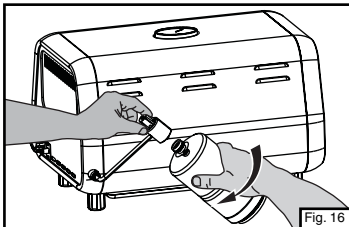

Fig. 16
- Quite el cilindro de propano del regulador y vuelva a poner la tapa protectora en el cilindro. (Fig. 16)